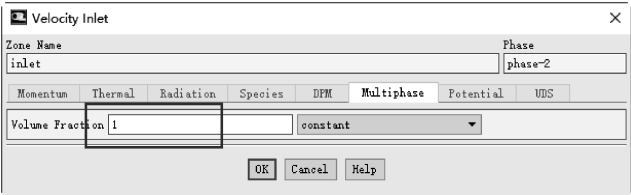

图 11-16 入口边界体积分数
(2) 单击 Ribbon 功能区【Setting Up Physics】→【Zones】→【Boundaries…】→【inlet】→【Phase】= Phase-2，【Type】→【velocity-inlet】→【Edit…】，从弹出的对话框中设置【Multi-phase】→【Volume Fraction】= 1，其他默认，单击【OK】关闭窗口，如图 11-16 所示。